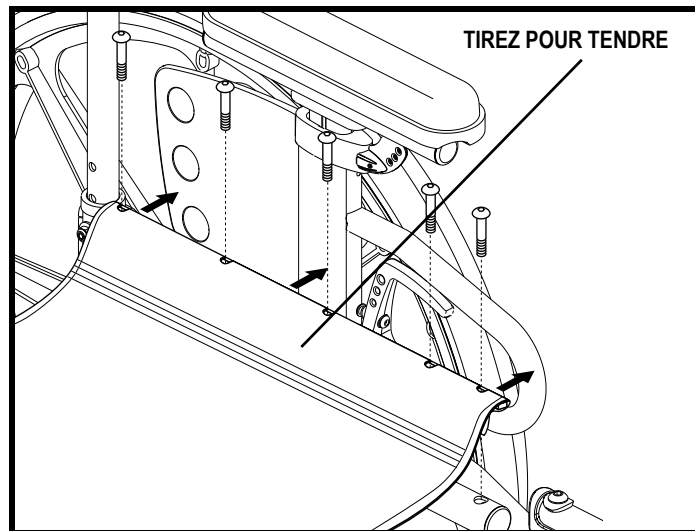

Figure 39. Réglage de la tension du siège
1. Desserrez les vis qui attachent le longeron sur le coté gauche (coté avec bande de velcro). **Voir la figure 39.**